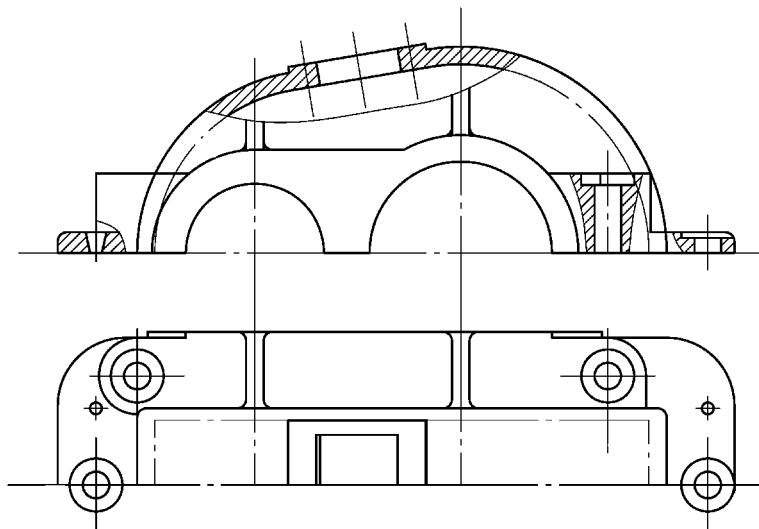

图 11-68 绘制圆角
17) 绘制半径为 23mm 和 3mm 的圆角，如图 11-68 所示。